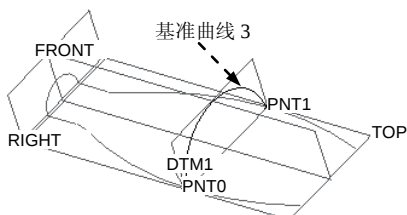
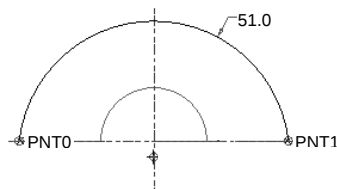

图 6.7.13 创建基准曲线 3
图 6.7.14 截面草图
Step8. 创建图 6.7.13 所示的基准曲线 3。
(1) 单击“草绘基准曲线”按钮.
(2) 定义草绘截面放置属性: 设置 DTM1 基准平面为草绘面; 采用默认的草绘视图方向; TOP 基准平面为草绘平面的参照, 方向为; 单击按钮。
(3) 进入草绘环境后, 接受默认草绘参照, 然后绘制图 6.7.14 所示的截面草图, 完成后单击  按钮 (注意: 圆弧的两个端点分别与基准点 PNT0 和基准点 PNT1 对齐)。